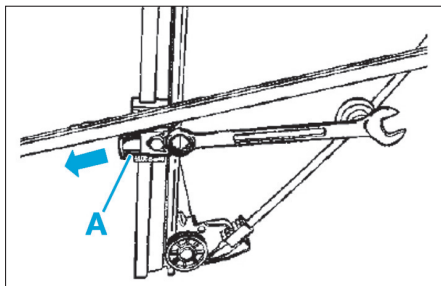

Fig. 52
- Déposer l'agrafe de fixation (A) en écartant ses ergots et dégager la vitre de l'axe du rail de guidage (Fig.52).